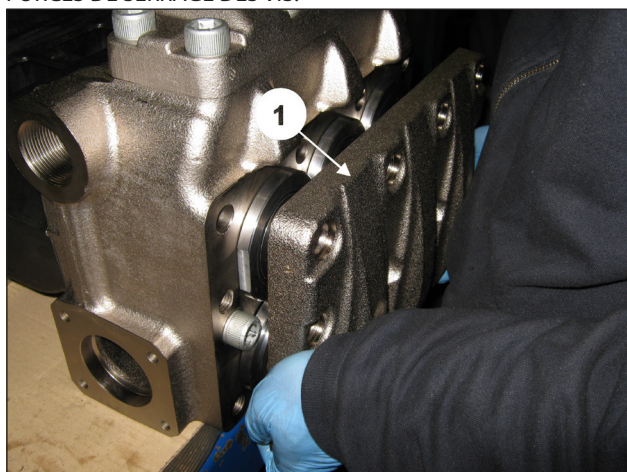
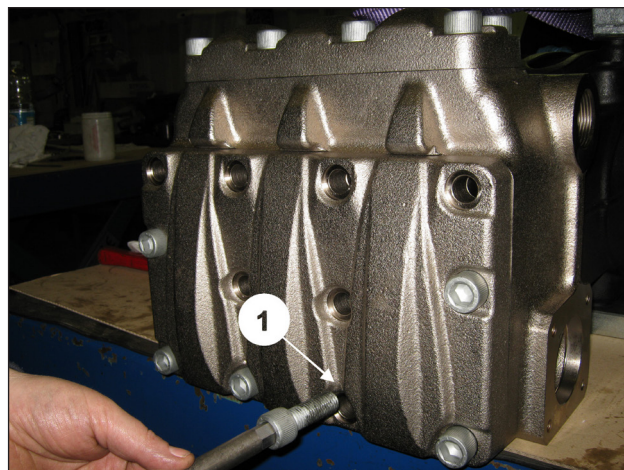

Fig. 140
Fig. 141
Après avoir terminé le remontage des groupes soupape d'aspiration et des douilles à joints d'étanchéité, poser le couvercle des soupapes d'aspiration (rep. ①, Fig. 140) et visser les 6 vis M16x45 (rep. ①, Fig. 141) comme décrit chapitre 3 FORCES DE SERRAGE DES VIS.